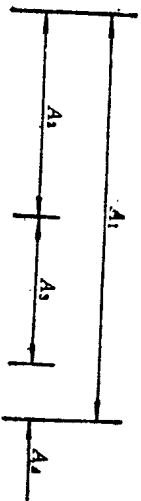

图 10-5
5. 按完全互换法, 解如图10-5所示尺寸链, 即确定各环的尺寸偏差。设 $A_1=120$, $A_2=60$, $A_3=40$, $A_4=20$, $\delta A_2=0.01$, $\delta A_3=0.01$, $\delta A_4=0.01$ 。